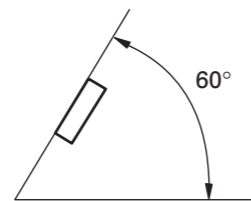

Fig. 1
- If installation angle exceeds 60° from horizontal, the unit might not give its optimum performance. (Fig. 1)
- Si el ángulo de la instalación excede los 60° del lado horizontal, la unidad podría no brindar su óptimo funcionamiento (Fig. 1).